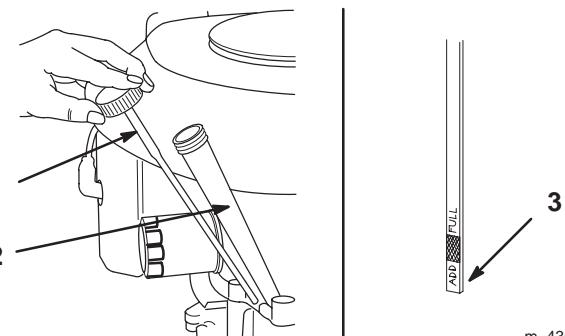

Figure 31
4. Nettoyez la surface autour de la jauge d'huile (Fig. 31) pour éviter que des impuretés ne s'introduisent dans le goulot de remplissage, ce qui risquerait d'endommager le moteur.
5. Dévissez la jauge d'huile et essuyez soigneusement l'extrémité (Fig. 31).
6. Enfoncez la jauge complètement dans le goulot de remplissage, sans la visser (Fig. 31) Sortez de nouveau la jauge et examinez l'extrémité. Si le niveau est bas, versez lentement une quantité d'huile suffisante dans le goulot de remplissage pour amener le niveau au repère du plein (F).
6. Versez lentement environ 80% de la quantité d'huile spécifiée dans le goulot de remplissage (Fig. 31) (voir Changement de l'huile moteur et du filtre, page 30).